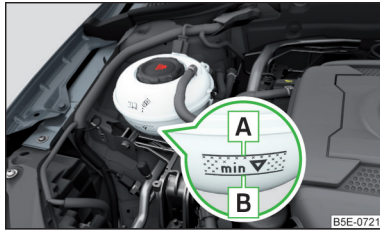

Abb. 320
Kühlmittelstand prüfen - der Kühlmittelstand muss zwischen den Markierungen **A** und **B** liegen » Abb. 320. Liegt der Kühlmittelstand unterhalb der Markierung **B**, das Kühlmittel nachfüllen.
Die **Spezifikation** des Kühlmittels ist auf dem Kühlmittelausgleichsbehälter aufgeführt » Abb. 320.
■ Das Kühlmittel nicht über die Markierung **A** auffüllen » Abb. 320. Das Kühlmittel könnte bei Erwärmung aus dem Kühlsystem gedrückt werden - es besteht die Gefahr einer Beschädigung der Motorraumteile.